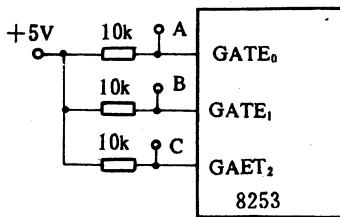

图 2
① CLK 引脚: 对于 CLK0, CLK1 和 CLK2, 我们均把它们接往接口卡上的 8284 的 1.19MHz 频率输出端(这个频率值与 PC 机中 8253 的值相同)。
② GATE 引脚: 我们将 GATE0, GATE1 和 GATE2 均接往高电平, 全部打开计数/定时器。但考虑有些实验的实际需要, 我们分别从这三个引脚引出了焊点(插座)可供使用, 如图 2 所示的 A, B, C 点。